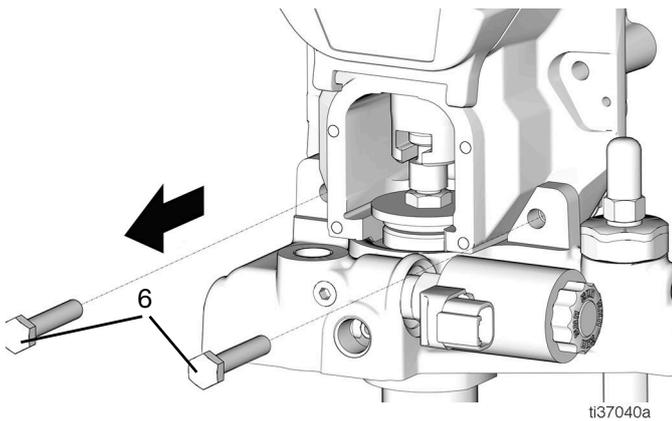

FIG. 70
30. Retirer les deux boulons (6) et les deux écrous (7) (FIG. 70).